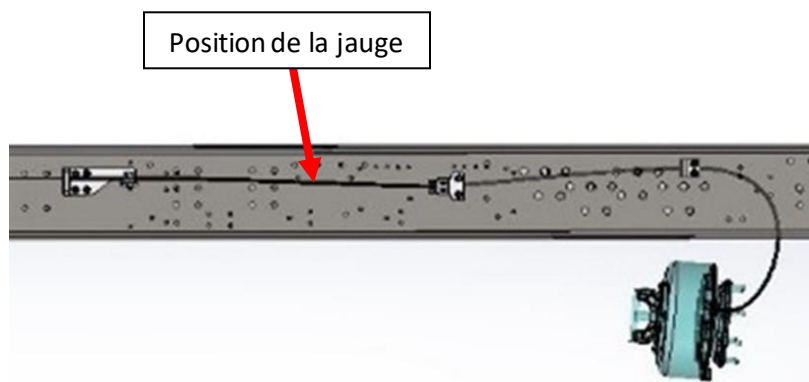

Figure 4 - Emplacement de la jauge de tension
- Positionnez une jauge de tension sur le câble (figure 4).